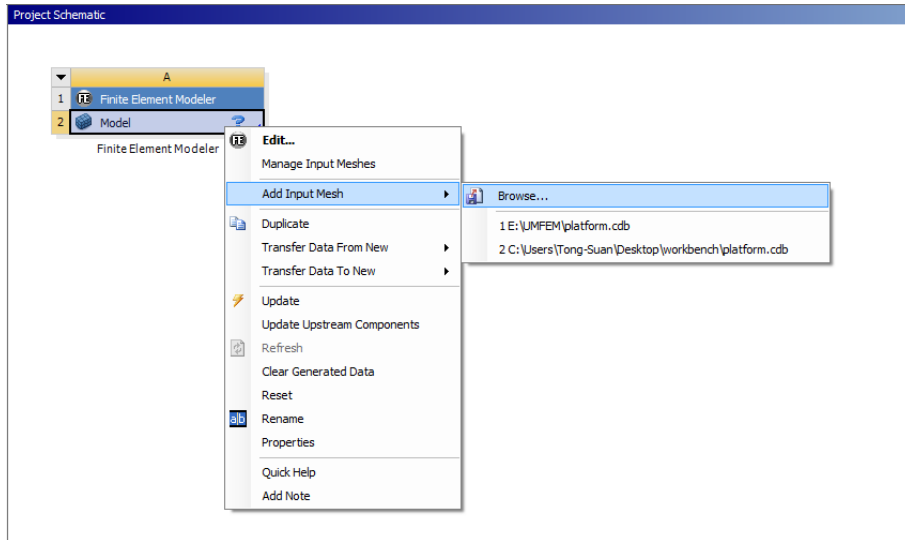

图 2.3
4. 选中 **Model** 点右键，选择 **Add Input Mesh | Browse**，选择之前创建的 **Platform.cdb** 文件，如图 2.3 所示。